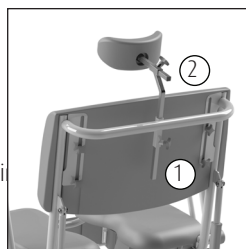

Figura 19. Soporte cabeza/cuello.
- Para ajustar su altura, debe soltar el tornillo de mariposa (1) situado en el respaldo de la silla. Una vez alcanzada la deseada, vuelva a subir (Ver figura 19).
- Para ajustar la profundidad del soporte de cabeza/cuello, se desbloquea la empuñadura (2). Una vez alcanzada la altura deseada, vuelva a subir la empuñadura.